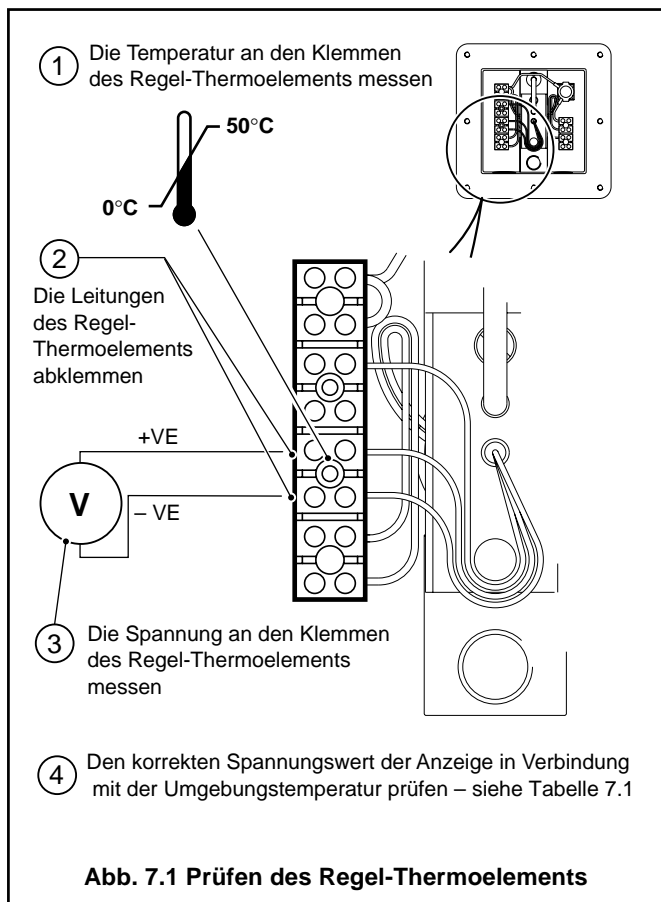

Abb. 7.1 Prüfen des Regel-Thermoelements
7.1.1 Prüfen des Regel-Thermoelements – Abb. 7.1
b) Die Spannung des Regel-Thermoelements entsprechend Abb. 7.1 prüfen. Die gemessene Spannung muß in einem Bereich von $\pm 0.1\text{mV}$ der in Tabelle 7.1 aufgeführten Spannungen liegen.